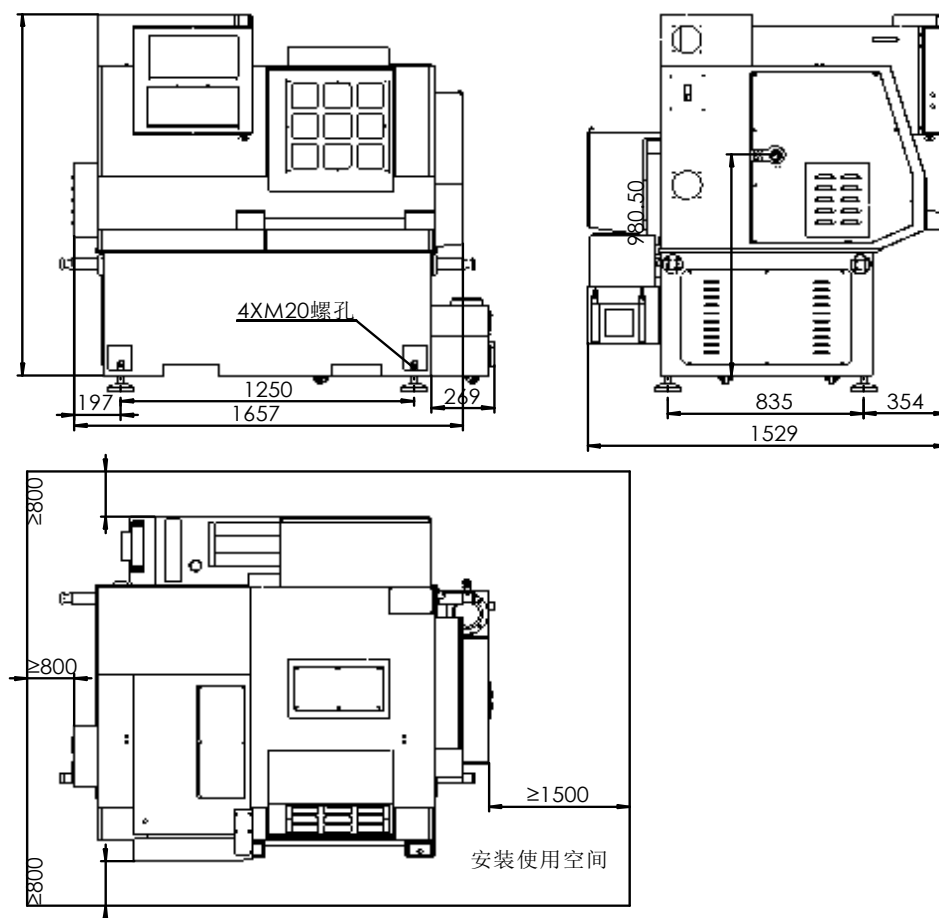

图 2-1 机床外形图
- 1) 机床的外形尺寸 (图 2-1) 长×宽×高: 1657×1529×1604mm